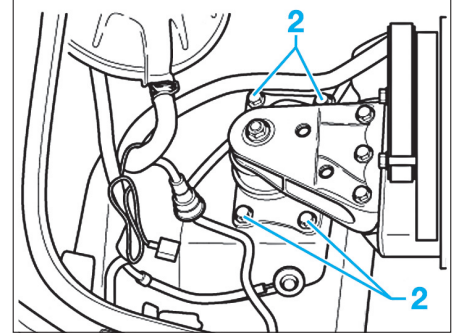

Fig. 4
- Dévisser les vis de fixation (2) (Fig.4) et déposer entièrement les supports moteur.